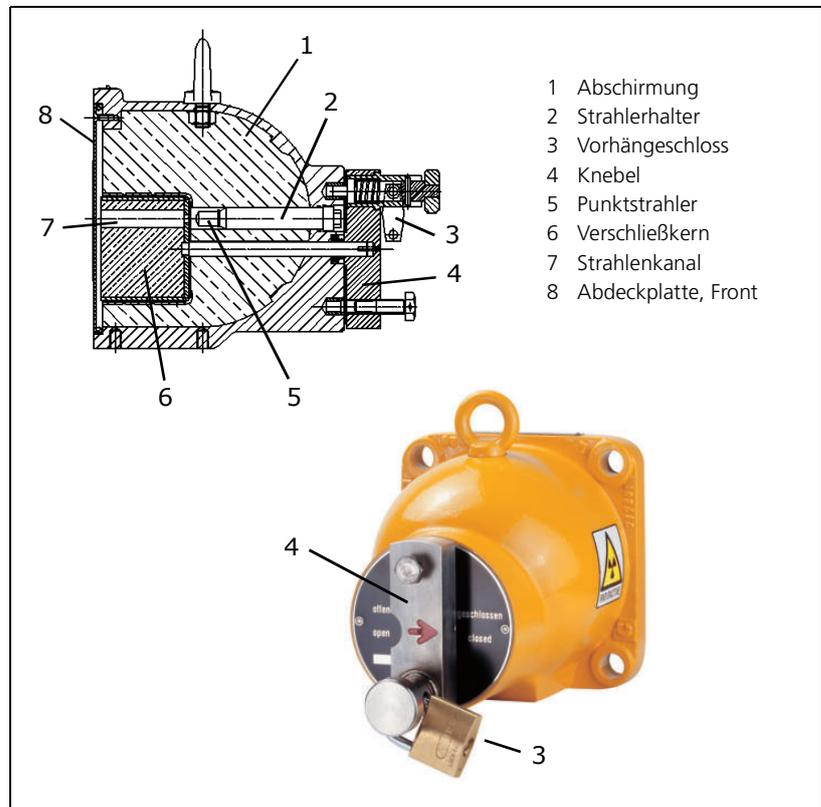

Bild 2-13 Querschnittszeichnung und Bild der Punktstrahlerabschirmung, oben: Strahlenkanal offen, unten: Strahlenkanal geschlossen
Die Abschirmung besteht aus einem Bleizylinder mit Strahlenaustrittskanal (7), umgeben mit einem Stahlmantel (Bild 2-13). Der Verschließkern (6) ist fest mit einem Knebel (4) verbunden. Mit dem Vorhängeschloss (3) sind die Positionen AUF und ZU sowie die Entnahme des Strahlers gegen Unbefugte gesichert.